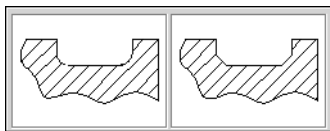

Рис. 4.37.
1. В левой области окна показан вид лыски по умолчанию. Для того чтобы выбрать другой вид, щелкните на слайде правой (или два раза левой) клавишей мыши. На экране появится развернутое меню видов лысок (рис. 4.37).